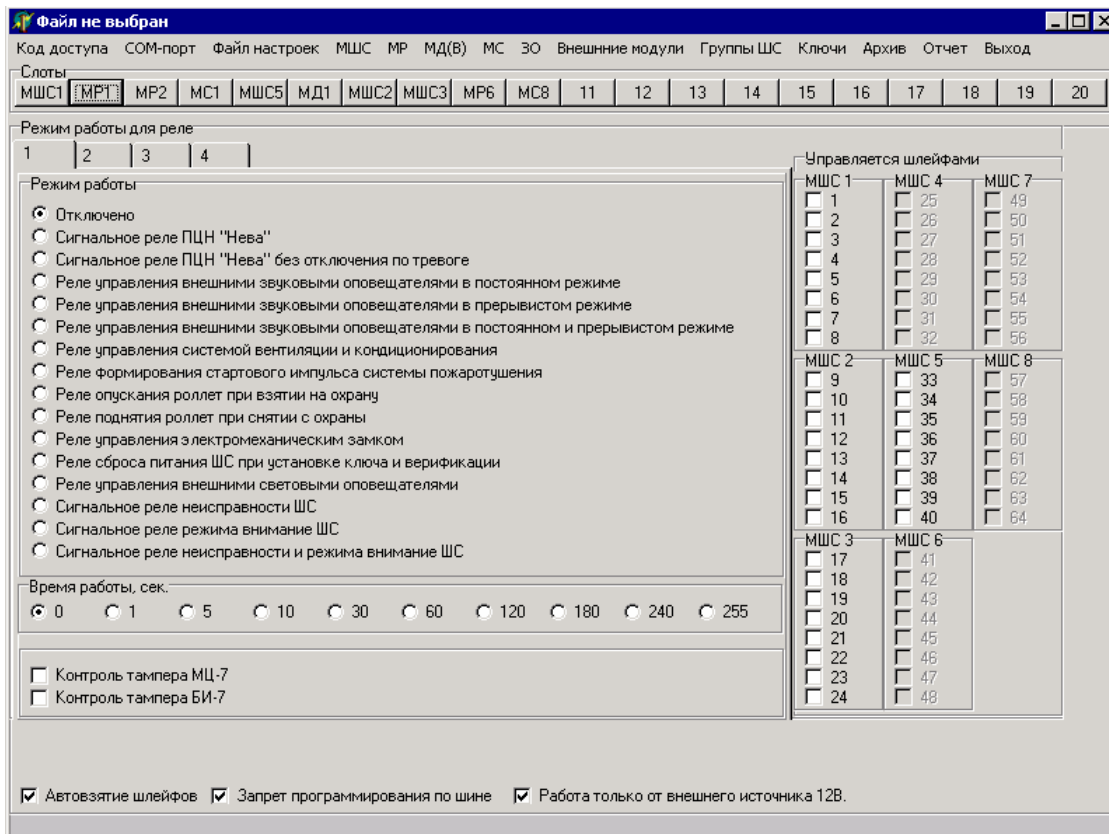

Рис. 10
Панель каждого MP состоит из четырёх закладок, номера которых соответствуют номерам реле прибора (рисунок 10):
2.1.3.7 При программировании режима работы каждого реле любого МР прибора на панели «Управляется шлейфами» находится список, состоящий из 64-х ШС. Доступными для программирования в списке являются те ШС, которые реально включены в конфигурацию прибора (рисунок 10).